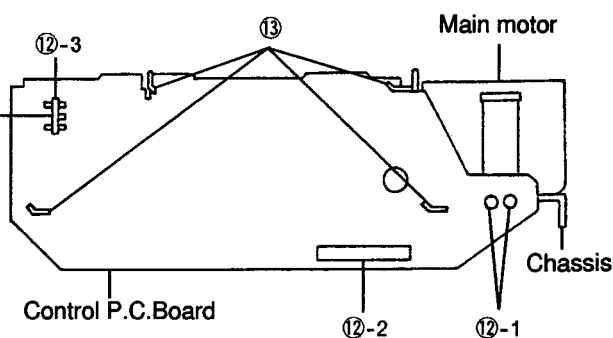

Figure 10
(1) After removing the belt, remove solder ⑫-1, and remove the wire flat (2P) from the control P.C.Board as shown in Figure 10.
② Since the wire flat is very easily damaged, handle it with care.
③ Fasten the two screws with a fastening torque of 2kg.cm.
(1) ベルトを外した後、半田⑫-1を外し、ワイヤーフラット (2P) をコントロール基板より外します。(図10参照)
- (1) Remove four solders ⑫ and remove the head P.C.Board and the two wire flat as shown in Figure 10.
- (2) Remove four claws ⑬ and remove the P.C.Board as shown in Figure 10.
- (3) After replacing the old P.C.Board with a new one, mount it following the removal steps in the reverse order.
- (1) 4ヶ所の半田⑫を外し、ヘッド基板と2本のワイヤーフラット (2P)、(10P) をそれぞれ外します。(図10参照)
- (2) 4ヶ所のツメ⑬を外し、コントロール基板を外します。(図10参照)
- (3) 良品のコントロール基板と交換後、取り外し方の逆の手順で基板を取り付けます。